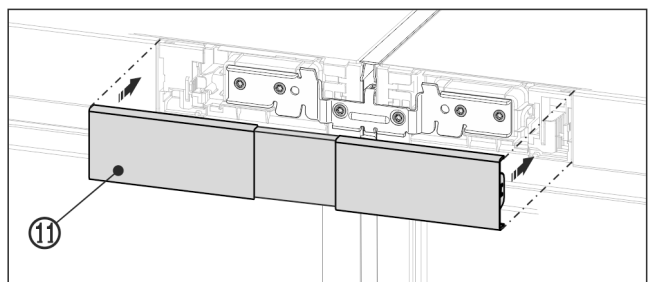

Fig. 24 Reprezentare exemplificativă
- Fixați capacul Fig. 24 (11) pe porțiunea încă deschisă dintre cele două măști ale panoului de comandă. Aveți grijă ca laturile exterioare ale capacului să fie aliniate la nivel cu măștile panourilor de comandă.